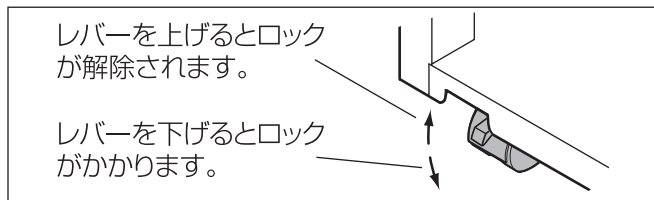

図5 キャスター拡大図
1. キャスター⑩のレバーを下げて、ロックしてください。P7 図5 参照
P7 図5 参照